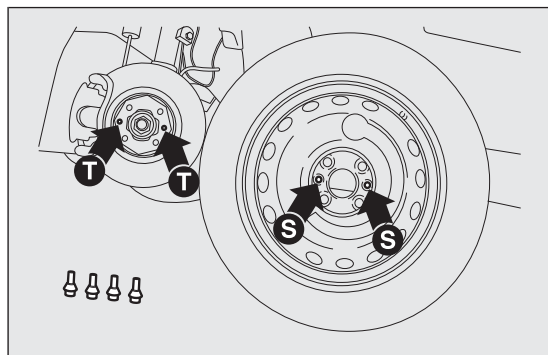

fig. 128
- ☐ montar la rueda de repuesto haciendo coincidir los orificios S fig. 128 con los correspondientes pernos de centrado T;
- ☐ montar la rueda de uso normal haciendo coincidir los orificios S fig. 128 con los correspondientes pernos de centrado T;